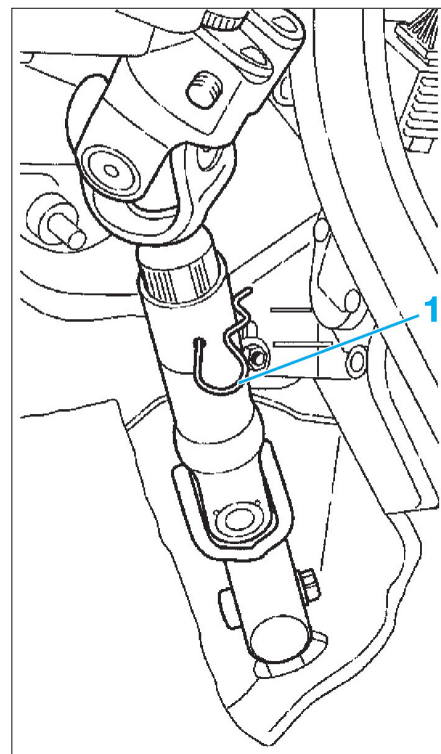

FIG. 10
- Placer l'outil [1] (Fig.10).